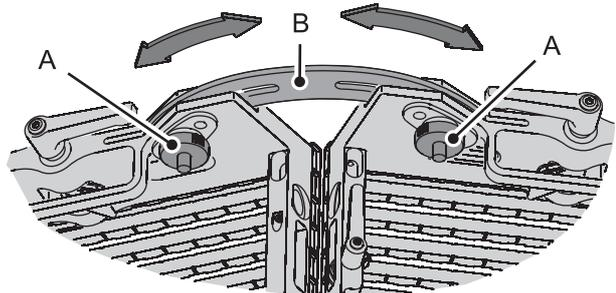

Figure 15: Verrouillage des panneaux en mur courbe
4. Voir Figure 15. Installez les vis **A** fournies avec le kit en haut et en bas de chaque panneau. Utilisez les écrous fournis pour les maintenir en place afin qu'elles ne tombent pas si elles sont trop desserrées.